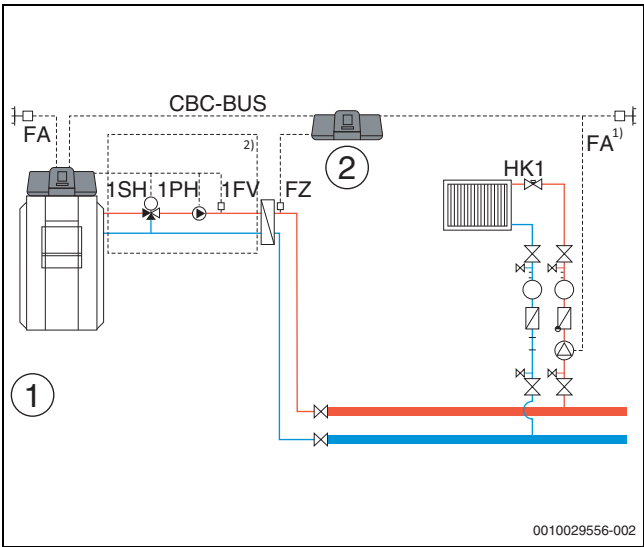

Bild 33 Variante 3: Unterstation mit Vormischfunktion, Kompensation Wärmeverluste über FZ, Lastbegrenzung und Heizbetrieb bei Kommunikationsverlust
| Im Master-Regelgerät wird ein Heizkreis konfiguriert, der die Unterstation versorgt.                                                 | Ja                                            | Optional verwendbar                                     | In oder direkt neben der hydraulischen Weiche/ Systemtrennung | 1...15             | Wärmeerzeugertyp = UnterstationHydraulikeinstellung Zentralmodul = Kesselkreis | Hydraulische Konfiguration = Fühler           | Pumpen-nachlaufzeit = 2 minBlockierschutz Unterstation = An                                                                   | Optional = An                 | Heizkreis = AnHeizkreisname = UnterstationHeizsystem = Unterstation | → Bild 33                |
**Heizbetrieb bei Kommunikationsverlust:** Während Verlust der Kommunikation von Master zu Unterstation stellt der Master selbstständig zur Versorgung der Unterstation eine fest einstellbare Vorlaufsolltemperatur zur Verfügung (nur Variante 3, Heizzentrale und Unterstation (→ Bild 33), Grundeinstellung: 50 °C). Der Kommunikationsverlust wird als Störungsanzeige ausgegeben.
Der **Außentemperaturwert** der Unterstation in Bild 28...Bild 33 kann wahlweise vom Master-Regelgerät übernommen werden oder es kann für die Unterstation ein eigener Außentemperaturfühler gesetzt werden.